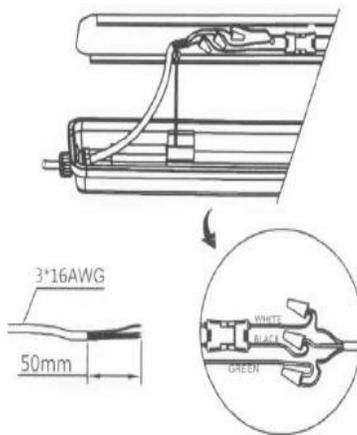

Fig. 6
9. Make connections to the driver disconnect leads always observing polarity of the black (LINE) and white (NEUTRAL) conductors. Reconnect the driver disconnect connector (Fig. 6).
9. Raccorder le contrôleur de DEL en respectant les polarités, le noir pour la PHASE et le blanc pour le NEUTRE. Reconnecter le connecteur (Fig. 6).